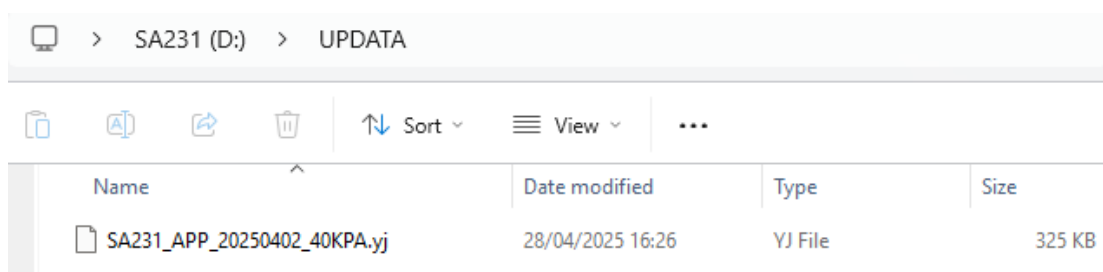
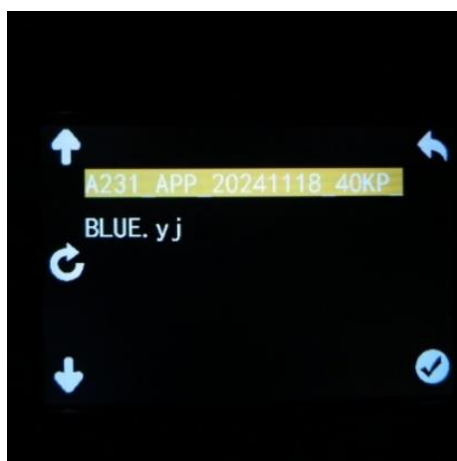
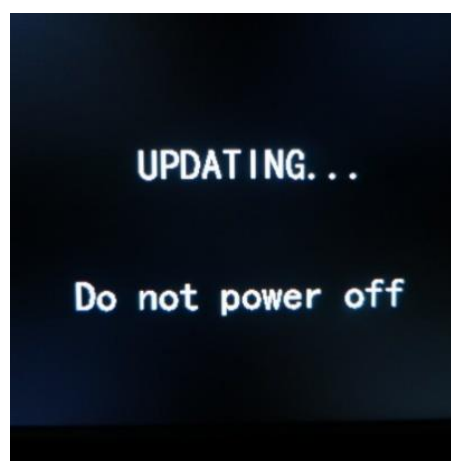

Figura 8
Figura 9
Figura 10
(2) Copie el archivo de software que se va a actualizar (la extensión del archivo es .yj) en la subcarpeta «UPDATA» de la carpeta «SA231», como se muestra en la figura 8. Una vez copiado el archivo, haga clic en el botón «Actualizar» del dispositivo de prueba (el botón situado en el centro de la parte izquierda de la pantalla) y, a continuación, seleccione el archivo de actualización que acaba de copiar en la lista de archivos actualizada, como se muestra en la figura 9, y haga clic en el botón «Aceptar». El equipo de prueba iniciará automáticamente la actualización del software, como se muestra en la figura 10. Una vez completada la actualización, entrará en la interfaz del menú principal.